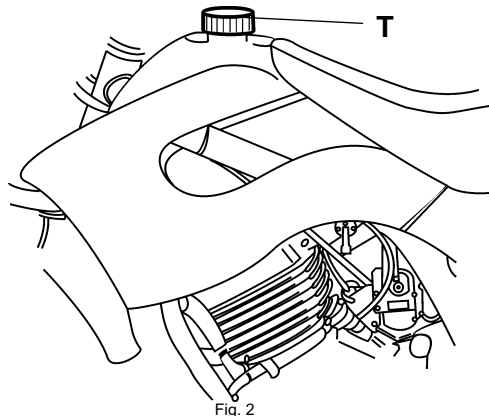

Fig. 2
Per introdurre il carburante nel serbatoio (vedi fig. 2) occorre rimuovere il tappo (Rif. T) svitandolo.
Um Kraftstoff in den Tank einfüllen zu können (siehe Abb. 2), muß der Verschuß (T) aufgeschraubt und entfernt werden.
To refuel the tank (see fig.2), remove the plug (Ref. T) by unscrewing it.
Pour introduire le carburant dans le réservoir (voir fig. 2), il est nécessaire d'enlever le bouchon (Réf. T) en le dévissant.
Para introducir el carburante en el depósito (ver fig. 2) hay que quitar el tapón (Ref. T) desenroscándolo.